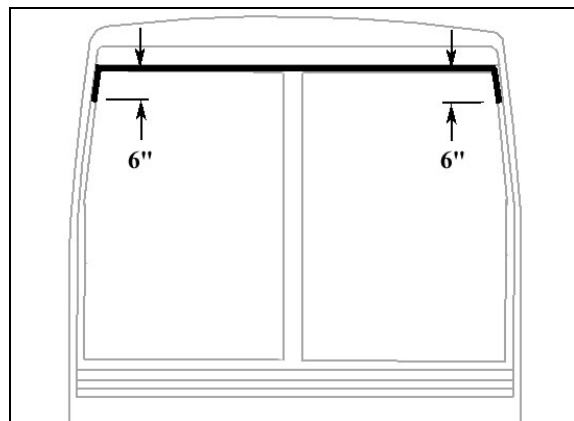

FIGURE 56: APPLICATION DE SIKA 221 GRIS
8. Appliquer du Sika 221 noir (Figure 56) entre la fibre de verre et la pièce extrudée en caoutchouc.